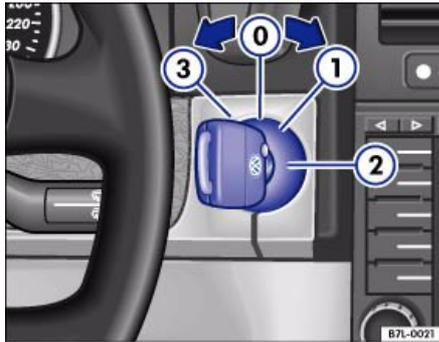

Abb. 96 Stellungen des Zündschlüssels
Wird in dieser Stellung ⇒ Abb. 96 der Schlüssel in das Zündschloss gesteckt, wird automatisch die Lenkungssperre entriegelt und beim Herausziehen des Zündschlüssels aus dem Zündschloss automatisch wieder verriegelt ⇒ ⚠.
- Drehen Sie dann innerhalb von 10 Sekunden den Zündschlüssel ganz nach rechts ⇒ Seite 137, Abb. 96 ②, um den Automatikstart zu aktivieren ⇒ Seite 139.
– Drehen Sie den Zündschlüssel nur kurz in Stellung ⇒ Seite 137, Abb. 96 ②, um den *Automatikstart* zu aktivieren. Die Motorsteuerung übernimmt den Start des Motors ⇒ .
Wenn Sie den Zündschlüssel direkt in Position => Seite 137, **Abb. 96** ② drehen, übernimmt die Motorsteuerung das automatische Starten des Motors.
- Drehen Sie den Zündschlüssel in Stellung => Seite 137, **Abb. 96** ③.